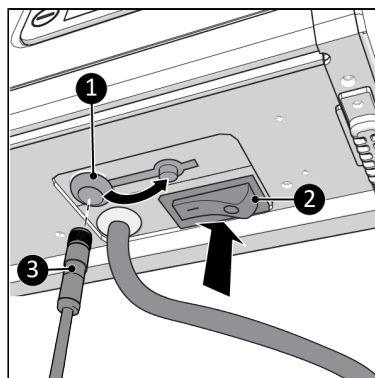

Figure 60.
1. Assurez-vous que le commutateur ON/OFF est en position OFF (Figure 60, pos. 2).
2. Connecter le connecteur du capteur de température externe (Figure 60, pos. 3) à la fiche du capteur.